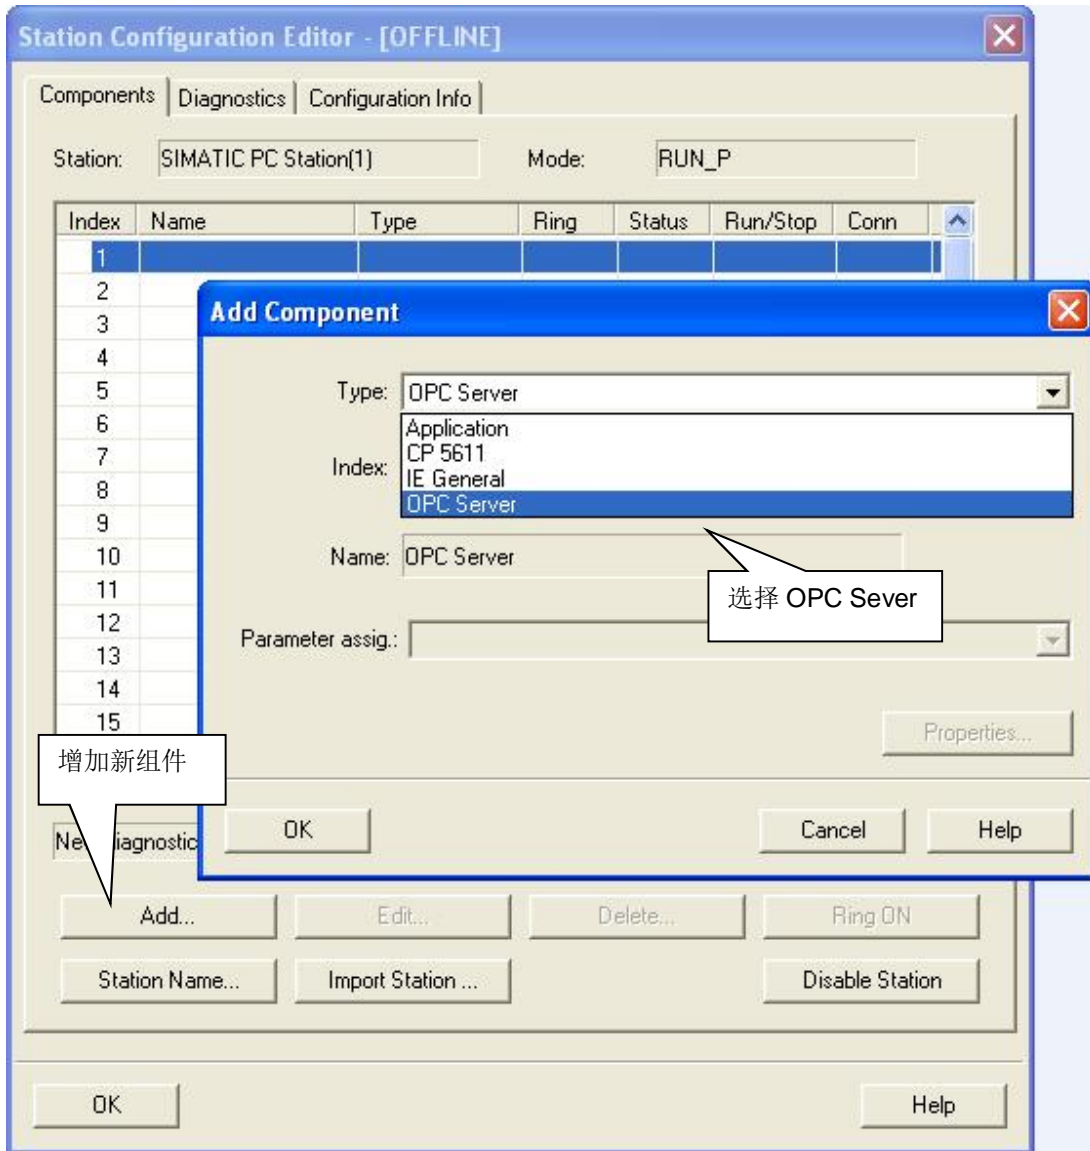

图 6 插入 OPC Server
① 点击右下角的图标 ，进入 PC Station 硬件机架组态界面。
② 选择第一号插槽，点击 Add 按钮或鼠标右键选择添加，在添加组件窗口中选择 OPC Server，如图 6 所示。